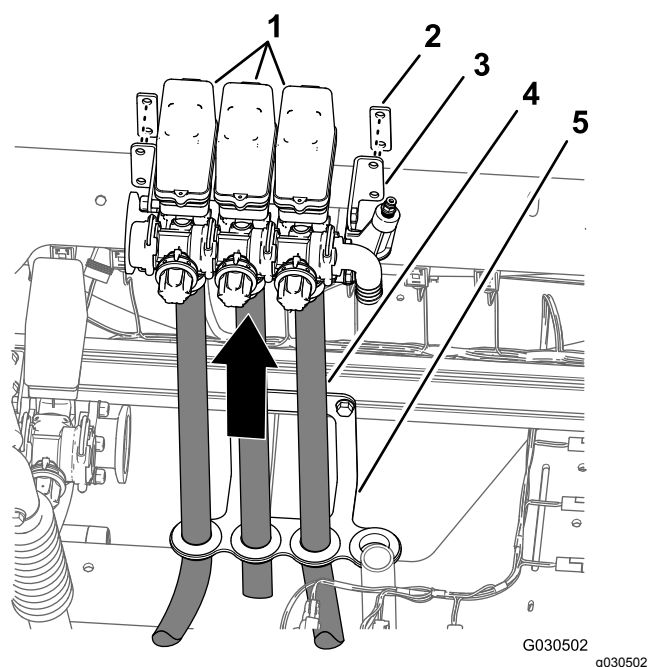

Figure 65
8. Les 3 flexibles de rampe étant reliés aux 3 vannes de section de rampe, soulevez les vannes avec précaution du passe-flexibles et déposez les vannes et les flexibles de la machine (Figure 65).